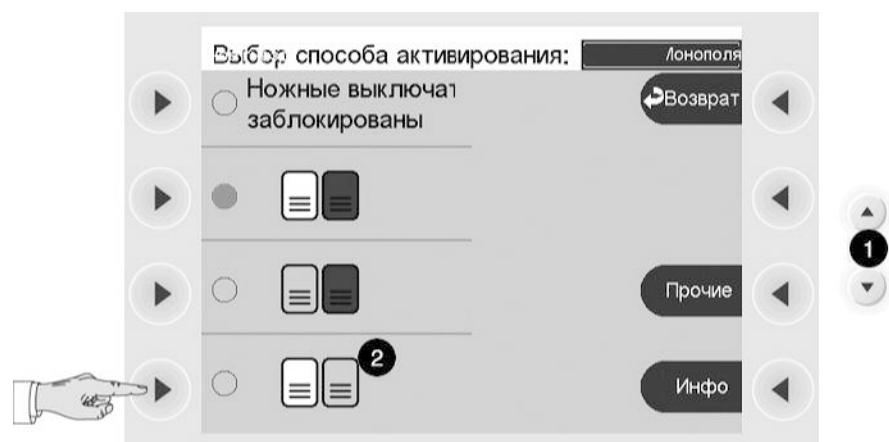
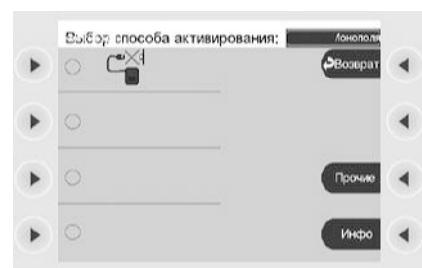

Рис. 4-16
Рис. 4-17
В окне Рис. 4-16 Вы видите список возможных способов присвоения ножного выключателя. Пролистайте клавишей Ab (1) также к следующему окну Рис. 4-17. Вы можете также использовать клавишу выбора рядом с пунктом меню далее.